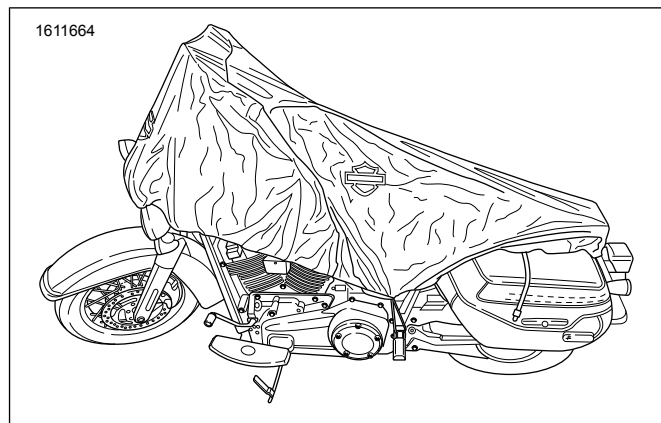

Figure 2. Côté housse (typique)
1. Voir la figure 2. Déployer la housse sur la moto en plaçant l'avant sur le guidon et le pare-brise (selon l'équipement).